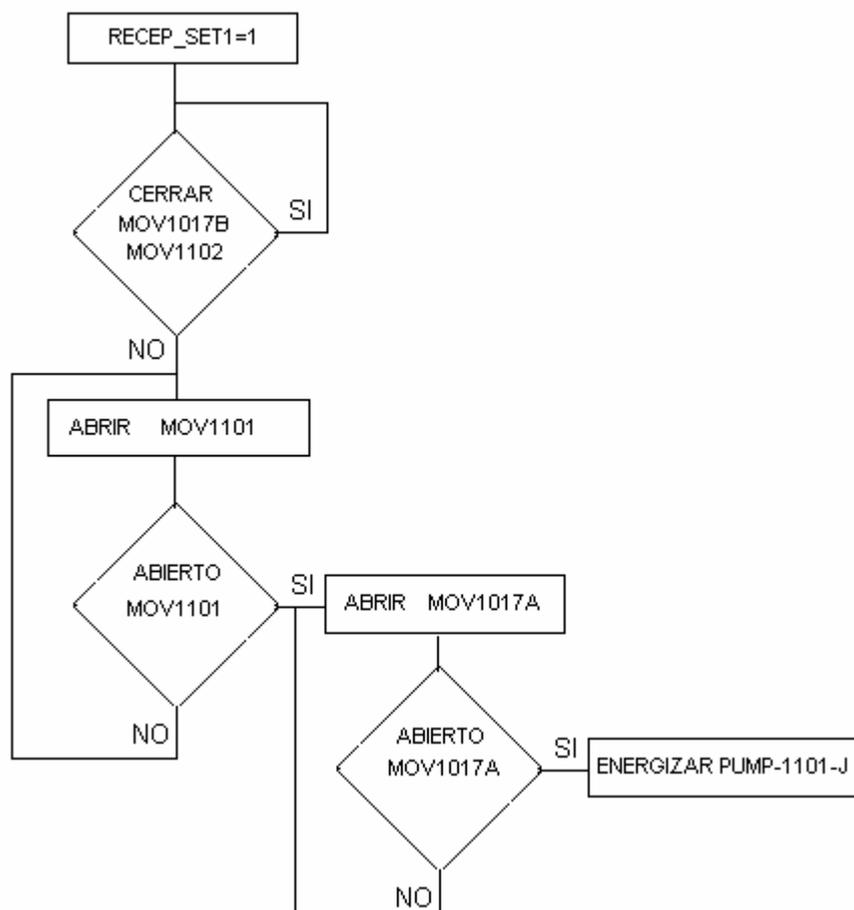

Figura 4.41. Diagrama flujo RECEP\_SET1
**En la figura 4.41, se muestra el diagrama de flujo de RECEP\_SET1:**